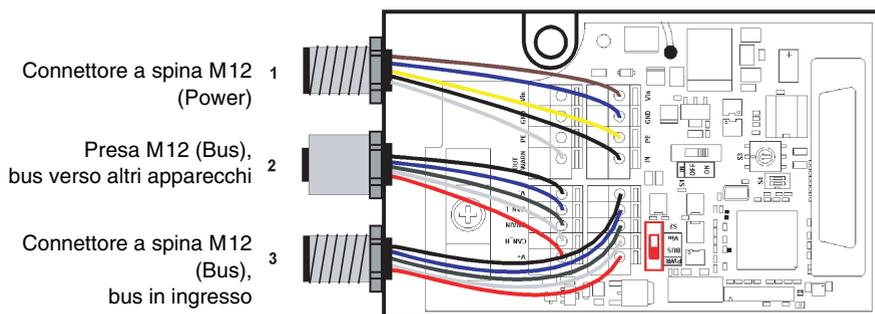

Figura 9.5: Montaggio e collegamento dei connettori M12 opzionali
5. Collegare i cavetti come illustrato in figura 9.5 ed in Tabella 9.2.